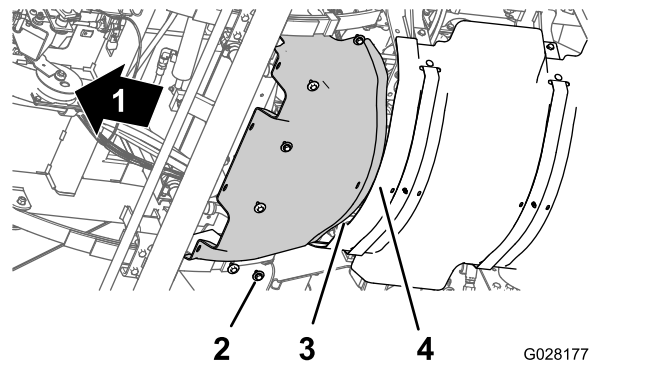

Figure 60
2. Alignez les trous de l'écran pare-chaueur avant et les trous filetés du châssis (Figure 60).
3. Montez l'écran pare-chaueur avant sur la machine au moyen des 6 boulons à tête hexagonale et des 6 rondelles (Figure 60) retirés à l'opération 3 de Dépose de l'écran pare-chaueur avant \(page 54\).
1. Alignez la bride arrière de l'écran pare-chaueur avant et la bride avant de l'écran pare-chaueur arrière (Figure 60).